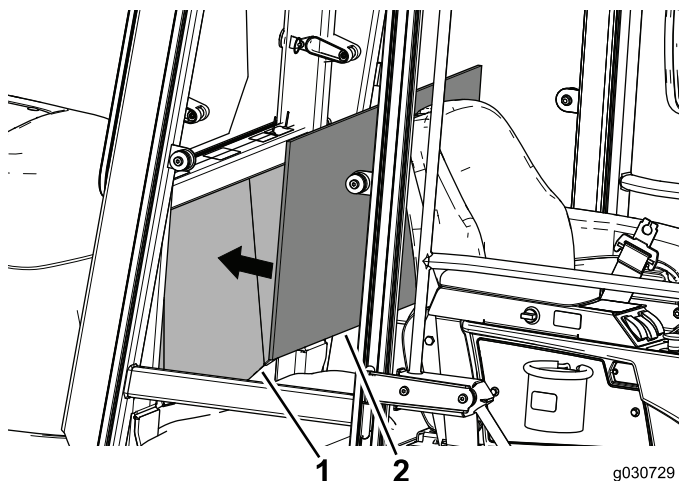

Figure 31
2. Alignez le panneau habillé et le centre du panneau arrière à l'intérieur de la cabine pour en vérifier le montage et la position (Figure 31).